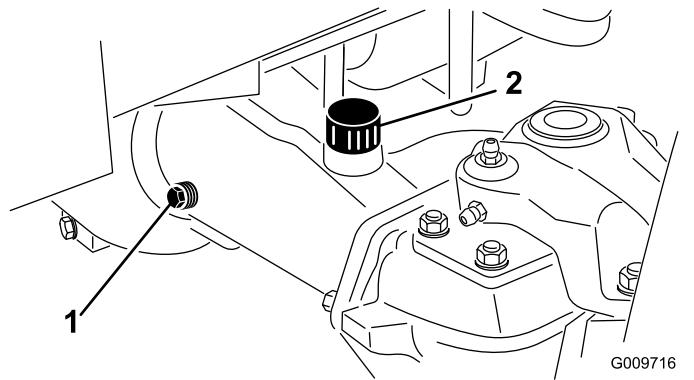

図 46
- アクスルの一方の端部から点検用プラグ 図 46 を抜き、穴の高さまで潤滑油があることを確認する。量が不足の場合は、給油プラグ 図 46 をはずして補給する。